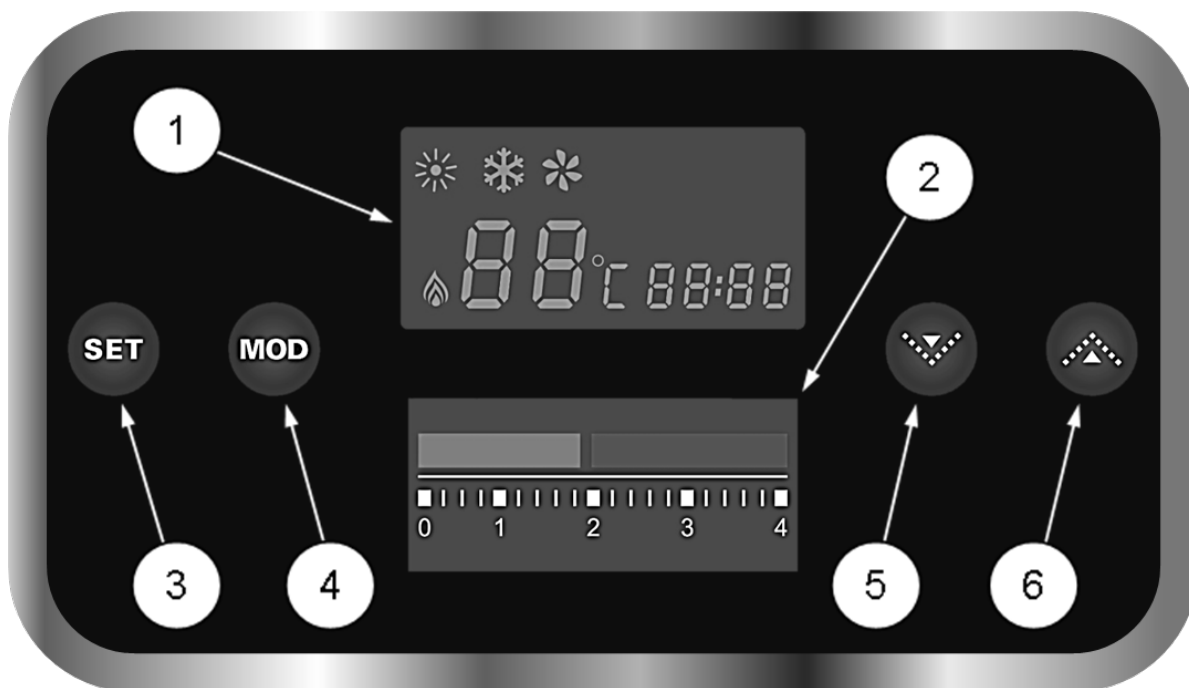

Рис. 40 Панель управления котлом.
На передней панели котла расположена панель управления (См. Рис. 40).
- Проверьте по манометру (См. Рис. 40) на панели управления котлом давление теплоносителя (ОВ) в котле и СО.